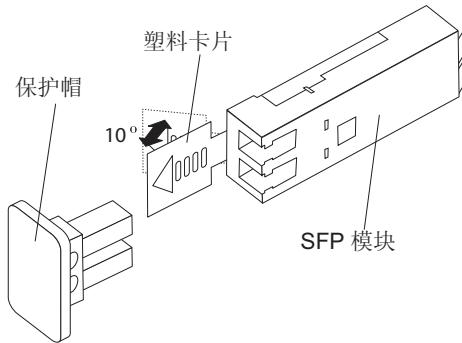

图 28. 松开塑料类 SFP 模块滑锁
- 对包含塑料卡片的 SFP 模块，如第 49 页的图 28 中所示，通过把塑料卡片向外拔出 10° 来松开 SFP 模块滑锁。